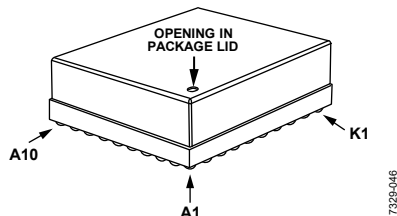

図 62. 圧力リリーフ用の穴
- リッドの上面には、ADIS16507 のアセンブリ工程での通気および圧力リリーフ用の穴があります（図 62 参照）。ADIS16507 を PCB に取り付ける際には、この穴をふさがないようにしてください。通常動作時にこの穴が覆われても、通常は問題ありません。